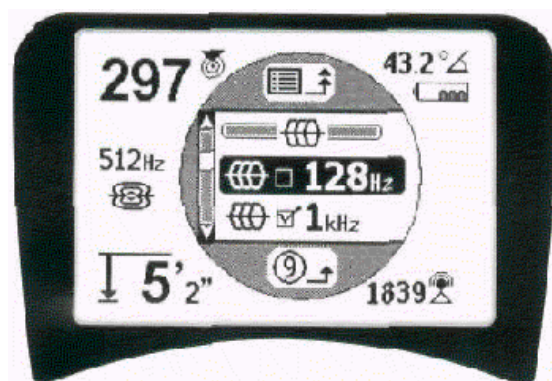

Рисунок 14: Выделение нужной частоты
2. Выделите необходимую частоту с помощью клавиш "вверх" и "вниз" (рисунок 14). В этом примере оператор активизирует частоту 128 кГц.